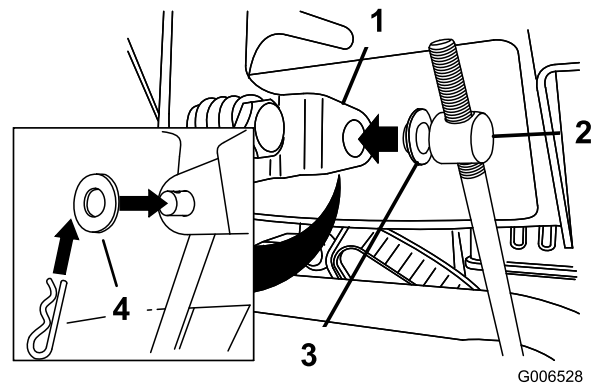

Figure 11
- Retirez la goupille fendue et la rondelle extérieure du tourillon à l'extrémité supérieure de la tige de commande de vitesse (Figure 11).
Remarque: Pour faciliter l'installation, laissez la rondelle plate sur le tourillon (Figure 11).
- Soulevez la tige de commande de vitesses et insérez le tourillon dans le trou du levier sélecteur de vitesses (Figure 11).